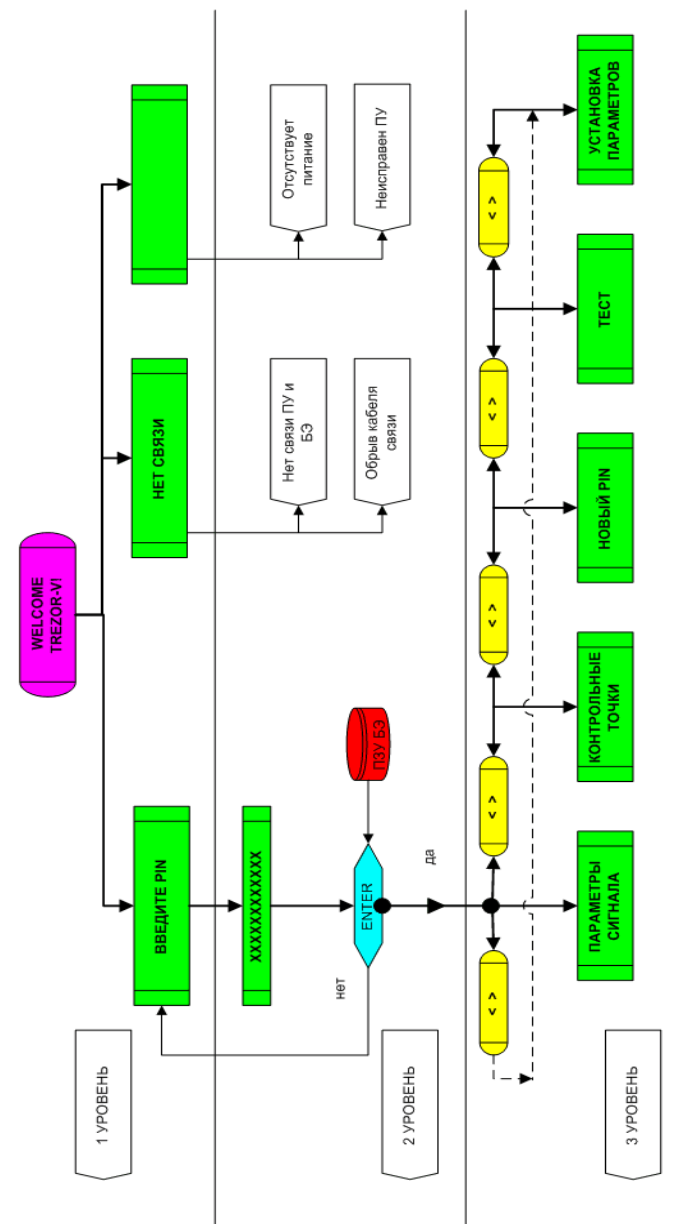
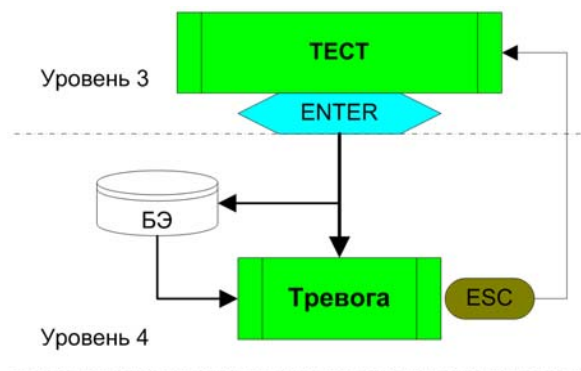

Рис. 3.1. Структурная схема верхних уровней системного меню ПУ
Рис. 3.5. Структурная схема раздела «ТЕСТ» системного меню ПУ
2.2.2.2. На экране ЖК-индикатора ПУ появляется иконки многоуровневого системного меню, при помощи которого осуществляется управление параметрами первого или второго канала БЭ, при подключении ПУ в «Х4» происходит управление первым каналом, в «Х5» вторым каналом. Структурная схема верхних (1...3) уровней системного меню ПУ приведена на рис. 3.1.
3 уровень: На этом, основном уровне системного меню пользователь остается, двигаясь от раздела к разделу меню (по кругу) с помощью клавиши «→» (слева направо, рис. 3.1.), или с помощью клавиши «←» (справа налево, рис. 3.1.). Переход с 3-го на нижний 4-й уровень (в разделе) осуществляется нажатием клавиши «ENTER».
На рис. 3.5. изображена структурная схема раздела «ТЕСТ».
2.2.3.1. После того, как произведен первичный контроль работоспособности изделия согласно п. 3.2.1., необходима более тщательная его проверка с помощью ПУ перед процедурой настройки. Для этого необходимо подсоединить ПУ к БЭ, дождаться надписи **«ВВЕДИТЕ PIN»** на ЖК-индикаторе, ввести корректный PIN-код и выйти на основной 3-й уровень системного меню (рис. 3.1.). С помощью клавиши «→» осуществить переход в раздел **«ТЕСТ»** (рис. 3.5.), нажать клавишу «ENTER» и убедиться в свечении (1...5 с) красного светодиода «Тревога» на плате БЭ, а также появлении надписи **«Тревога»** на ЖК-индикаторе.